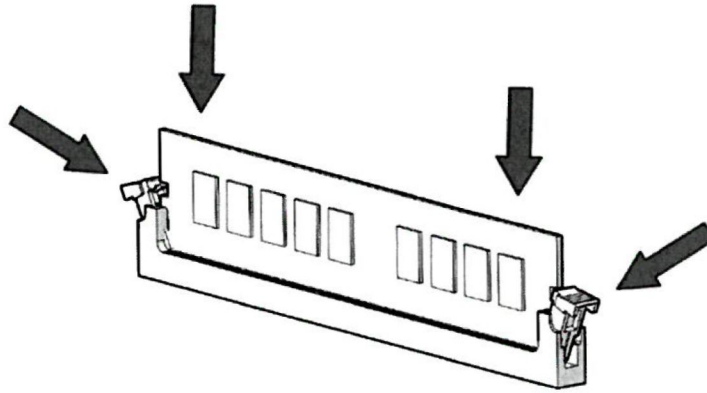

Рисунок 10 – Установка модуля памяти в слот
- вставить модуль памяти в слот до щелчка, не прилагая слишком больших усилий. Если модуль вставлен правильно, то фиксаторы попадают в вырезы по бокам модуля (рисунок 10);